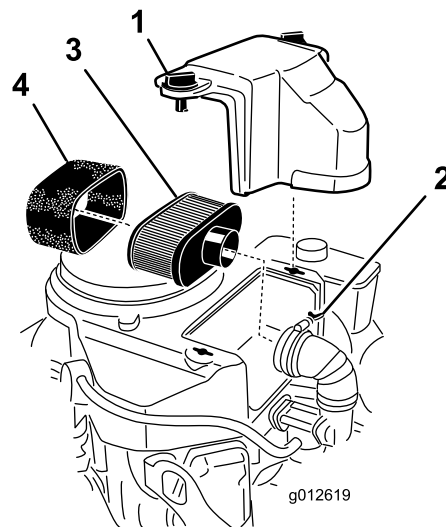

Bild 37
3. Reinigen Sie den Bereich um den Luftfilter herum, um zu verhindern, dass Schmutz in den Motor fällt und Schäden verursacht (Bild 37).
4. Lockern Sie die Handräder der Abdeckung und nehmen die Luftfilterabdeckung ab (Bild 37).
5. Lösen Sie die Schlauchklemme und entfernen Sie den Luftfilter (Bild 37).
6. Ziehen Sie den Schaumeinsatz vorsichtig vom Papiereinsatz (Bild 37).
1. Schieben Sie den Schaumeinsatz vorsichtig auf den Papierluftfiltereinsatz (Bild 37).
2. Schieben Sie den Luftfilter auf das Luftfilterunterteil oder den Schlauch und befestigen ihn (Bild 37).
3. Setzen Sie die Abdeckung des Luftfilters auf und ziehen Sie das Handrad der Abdeckung fest (Bild 37).